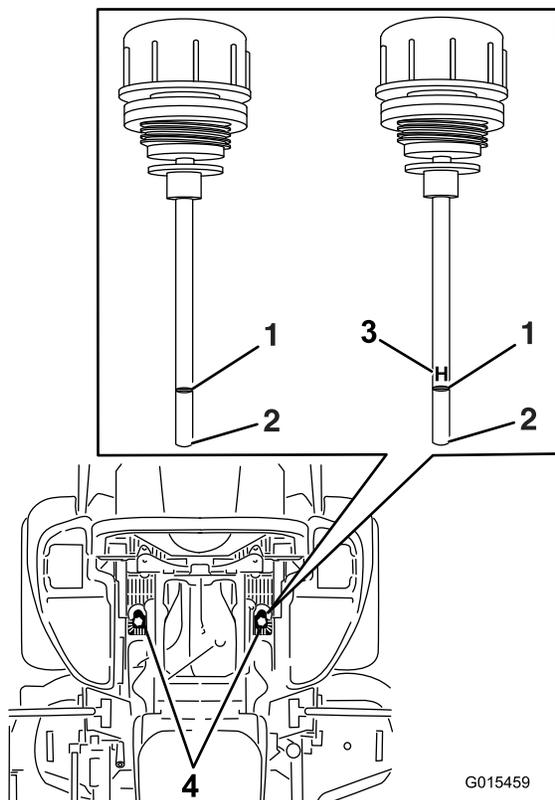

Figure 88
6. Nettoyez la surface autour des jauges des réservoirs du système hydraulique (Figure 88).
7. Sortez la jauge du réservoir hydraulique (Figure 88).
9. Ressortez la jauge et examinez l'extrémité (Figure 88). Si le niveau d'huile est au repère minimum, versez lentement la quantité d'huile qui convient dans le réservoir hydraulique pour faire monter le niveau jusqu'au repère maximum(**H**).